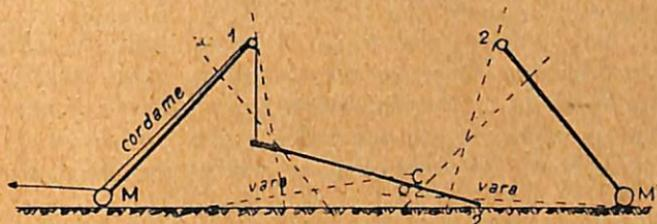

Fig. 50. — Montagem da armação superior, 2.º quadro
b) — Montar o quadro ordinário 1 — 2 (Fig. 50)